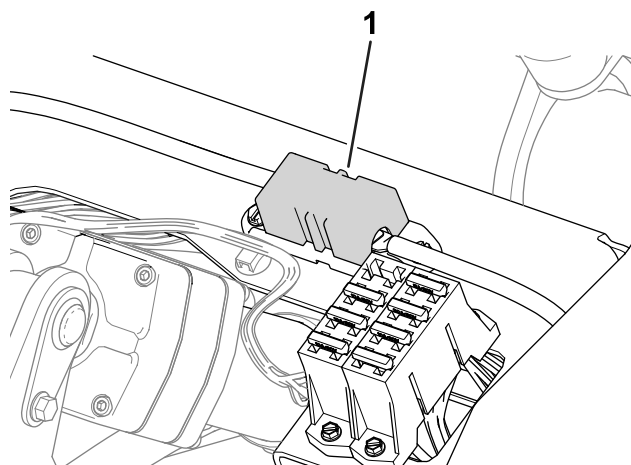

図 47
- 右ホイールモータのヒューズ60 Aは座席下にありません 図 47。